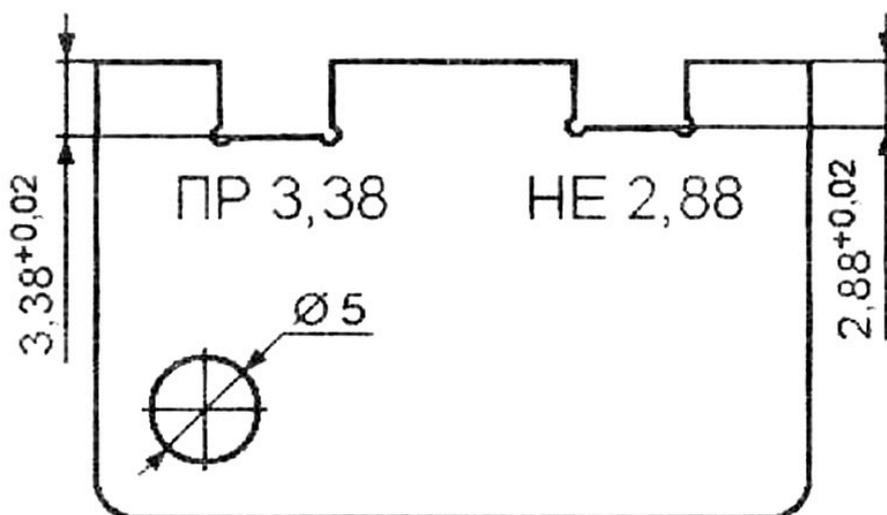

Рис. 2.3. Шаблон для проверки выхода бойка ударника
4. (рис. 2.3), сборку затвора.